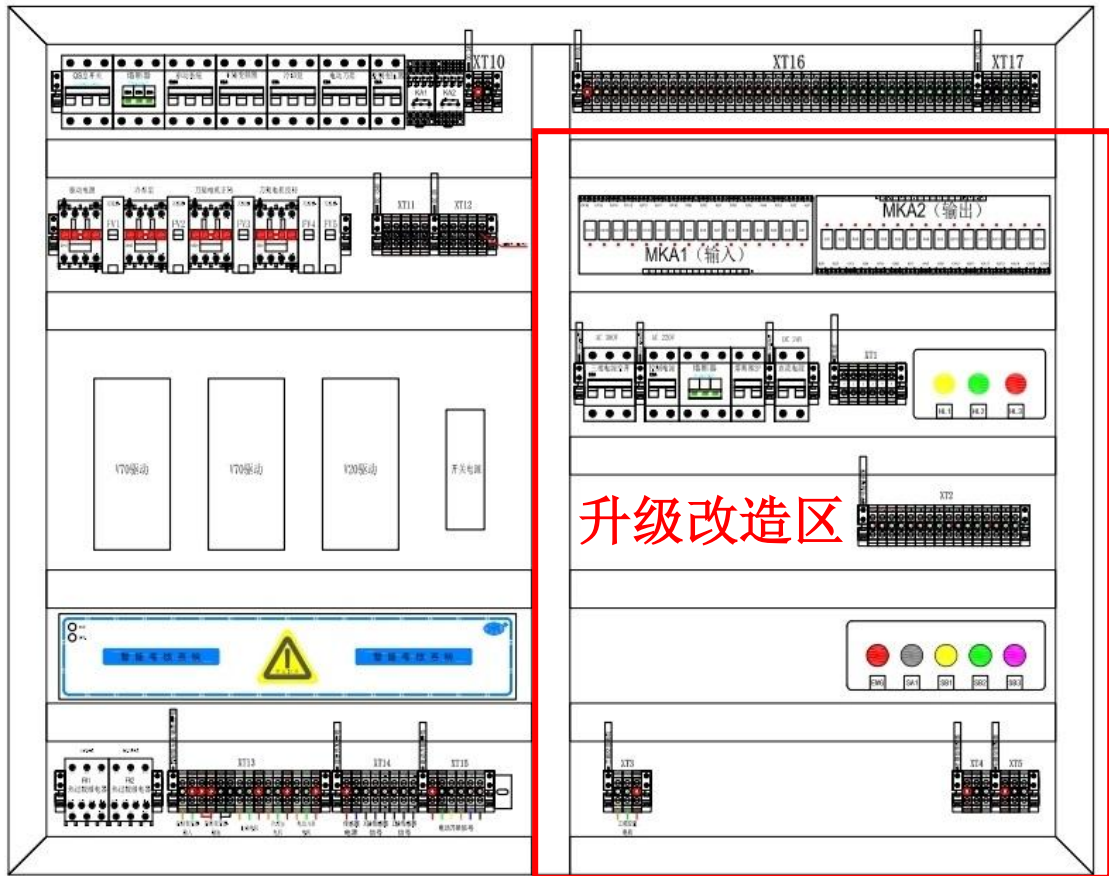

图 1 机床电气系统布局图（详见布局图.PDF）
3. 在“图 1”机床电气系统布局图的“升级改造区”内进行布局。